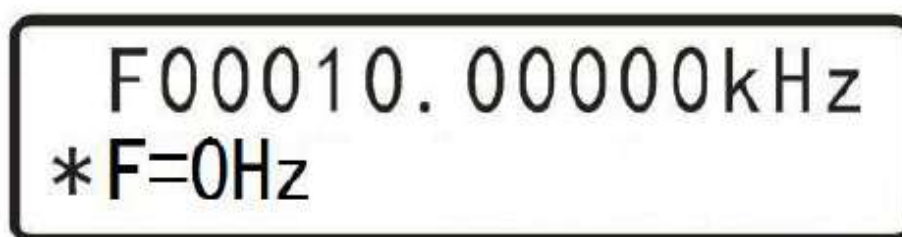

Рис. 2-15
(4) После выбора периода измерения, нажмите кнопку , чтобы видеть результаты измерений на дисплее, как показано на Рис. 2-15. В строке могут отображаться результаты измерения всех, представленных ранее, параметров входного сигнала.